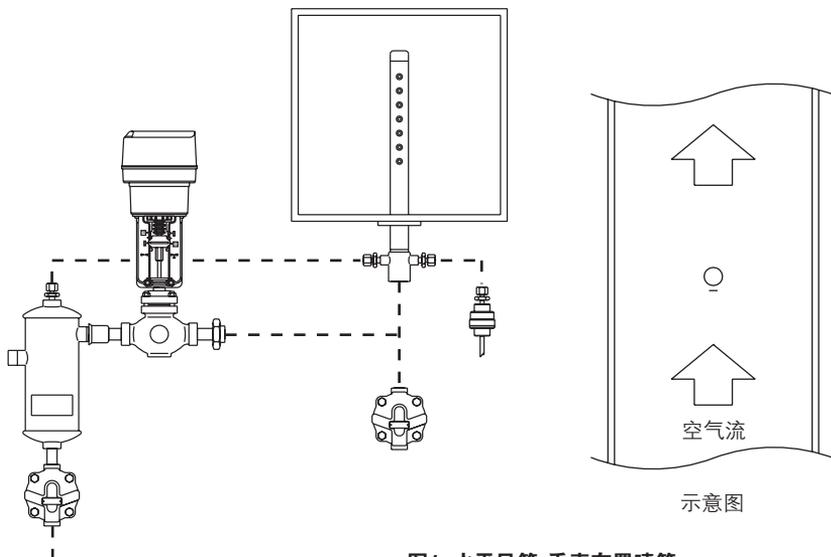

图1 水平风管-垂直布置喷管
- 3.9.4** 为了确保加湿器前的汽水分离器能够正常疏水-见第5页图1，疏水阀应布置在汽水分离器下方。